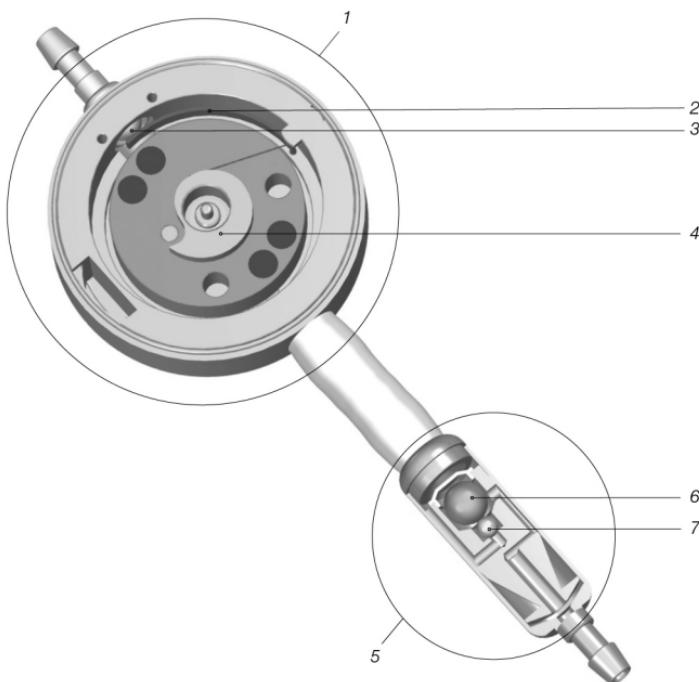

Fig. 1: proGAV 2.0 in sezione trasversale
La proGAV 2.0 è una valvola realizzata in titanio. È costituita da un'unità a pressione differenziale regolabile (1) e da un'unità a gravitazione (5) (Abb. 1).